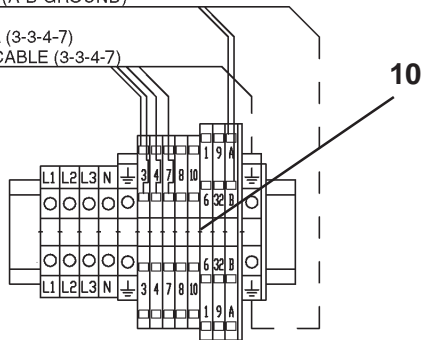

Fig.27
- A Fissare la scatola di derivazione (**5 Fig.27**) utilizzando la viteria fornita.
- B Montare i tubi illuminanti secondo la numerazione indicata in **Fig.27** avendo cura di posizionare le parti dotate di connessioni rivolte verso l'esterno del ponte per facilitare l'inserimento dei cavi nelle intercapedini **A** delle pedane.
- C Inserire il cavo elettrico (**6**) di collegamento tra la scatola di comando (**7**) e quella di derivazione (**5**), nella guaina portatubi (**8**); successivamente posizionare i cavi all'interno della pedana come indicato in **Fig. 27**.
- A Secure the connector block box (**5 Fig. 27**) with the supplied screws.
- B Install lighting tubes following the numbering in **Fig.27**; parts featuring connections should be pointing out for easier cable fitting into board cavities **A**.
- C Insert the cable (**6**) connecting the control box (**7**) with the connector block box (**5**) into the tube sheath **8** then position the cables into the board as shown in **Fig.27**.
- A Die Verbindungsdose mit den mitgelieferten Schrauben (**5 Abb.27**) befestigen.
- B Die Leuchtröhren unter Einhaltung der in **Abb.27** angegebenen Numerierung montieren, wobei die Teile mit Verbindungen nach Außen gerichtet werden sollten, um die Einführung der Kabel in die Zwischenräume **A** der Plattformen zu erleichtern.
einfügen **8**, dann die Kabel auf den Plattformen, wie in **Abb.27** angegeben, verlegen.
- A Fixer la boîte de dérivation (**5 Fig. 27**) en utilisant les vis fournies.
- B Monter les tubes d'éclairage selon la numérotation indiquée **Fig.27** en prenant soit de positionner les parties dotées de branchements vers l'extérieur du pont afin de faciliter l'introduction des câbles dans les interstices **A** des chemins de roulements.
câbles à l'intérieur du chemin de roulement comme indiqué **Fig.27**.
- A Fijar la caja de derivación (**5 Fig.27**), utilizando los tornillos suministrados en dotación.
- B Montar los tubos luminosos según los números indicados en la **Fig.27**, prestando atención a posicionar las partes con conexiones hacia el exterior del elevador para facilitar la conexión de los cables en los intersticios **A** de las plataformas.
- C Introducir el cable eléctrico (**6**) de conexión entre la caja de mando (**7**) y la caja de derivación (**5**), en el tubo guarda-cables **8**. Luego posicionar el cable en el interior de la plataforma como se indica en la **Fig.27**.